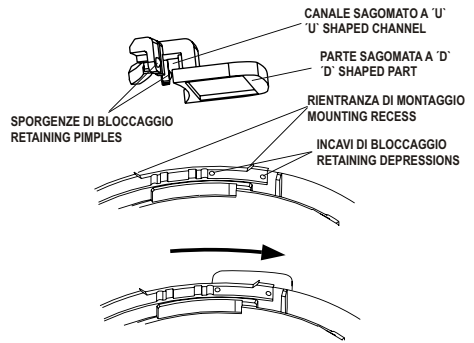

FIG. 7 *Inserimento della Linguetta Indirizzo*
- 2) Fissare la linguetta del rilevatore come mostrato in Fig.7.
- 2) Fit the Address Flag to the detector as shown in Fig. 7.